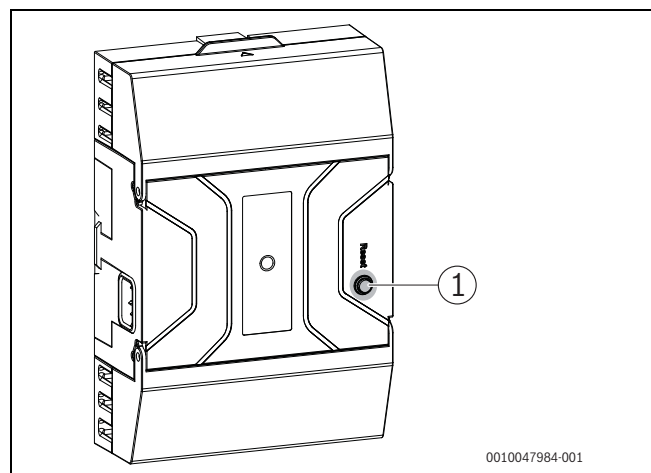

Bild 93 Störungen am Feuerungsautomat zurücksetzen
▶ Taste „Entstören“ am Feuerungsautomat drücken (→ Bild 93). Das Gerät geht wieder in Betrieb und die Standardanzeige erscheint im Display.